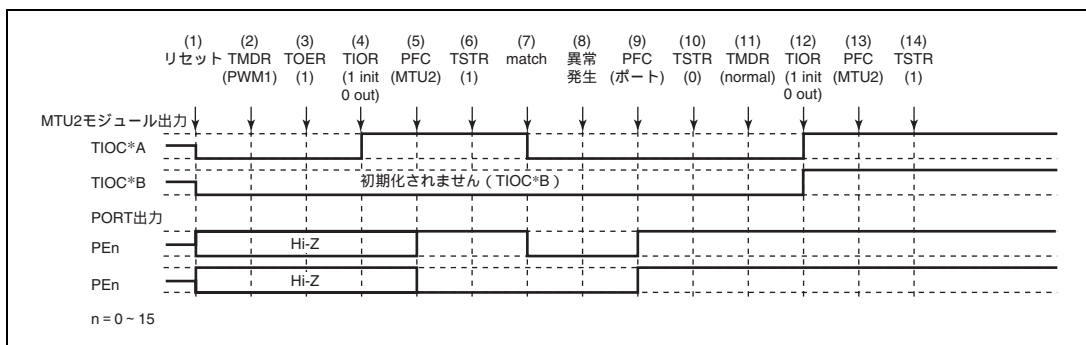

図 11.121 PWM モード 1 で異常が発生し、ノーマルモードで復帰する場合
PWM モード 1 で異常が発生し、再設定後ノーマルモードで再スタートする場合の説明図を図 11.121 に示します。
(1) ~ (10) は図 11.121 と共通です。
(11) PWM モード 1 で再スタートする場合には必要ありません。
(12) TIOR で端子を初期化してください (PWM モード 1 では TIOC*B 側は初期化されません)。
(13) PFC で MTU2 出力としてください。
(14) TSTR で再スタートします。
(11) PWM モード 2 を設定します。
(12) TIOR で端子を初期化してください (PWM モード 2 では周期レジスタの端子は初期化されません)。
(11) 位相計数モードを設定します。
(12) TIOR で端子を初期化してください。
(11) 波形生成部の初期化のためノーマルモードを設定してください。
(12) TIOR で PWM モード 1 の波形生成部を初期化してください。
(13) TIOR で PWM モード 1 の波形生成部の動作を禁止してください。
(14) TOER でチャンネル 3、4 の出力を禁止してください。
(15) TOCR で相補 PWM の出力レベルと周期出力の許可禁止を選択してください。
(16) 相補 PWM を設定します。
(17) TOER でチャンネル 3、4 の出力を許可してください。
(18) PFC で MTU2 出力としてください。
(19) TSTR で再スタートします。